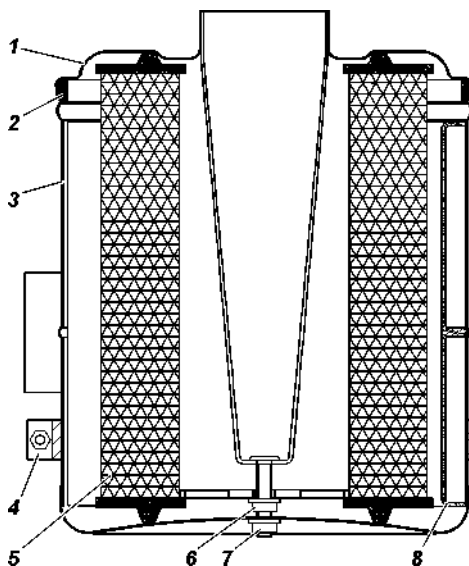

Рис. 9.9. Воздушный фильтр:
- отверните болт 4 (рис. 9.9), снимите хомут и воздушный фильтр;